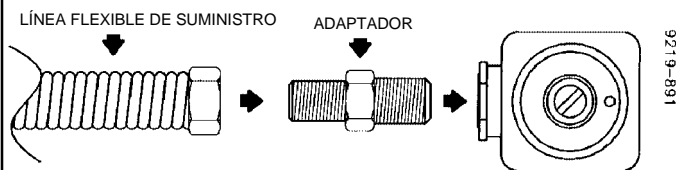

FIGURA 4
**CONEXIÓN DEL SUMINISTRO DE GAS:** (Vea la figura 4)